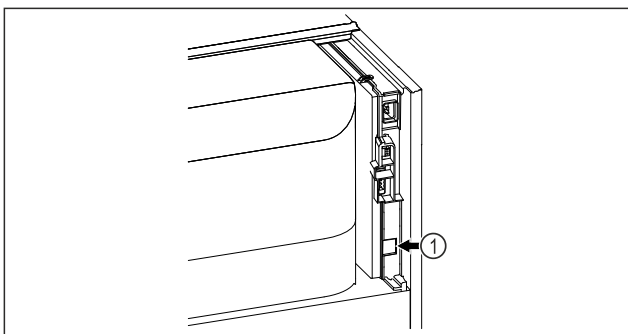

Fig. 74
- A SmartModule Fig. 74 (1) be van helyezve.